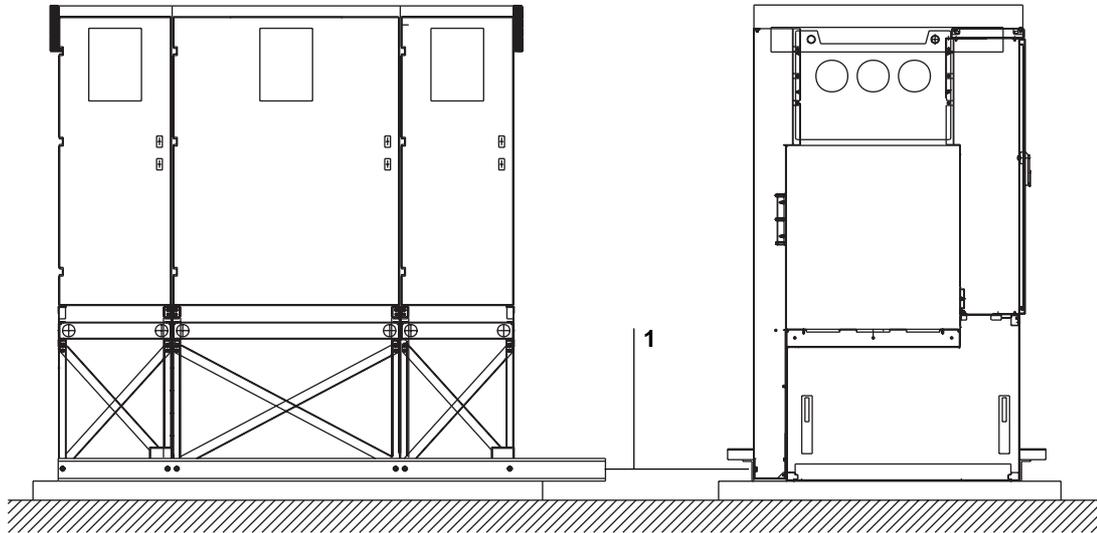

Fig. 3
Per lo spostamento dei semiquadri o l'accoppiamento degli stessi, togliere i pannelli di copertura del vano cavi e fissare le traverse di irrigidimento fig. 3 (1) al telaio.
To move or couple the half-switchboards, remove the panels covering the cable compartment and fix the strengthening crosspieces fig. 3 (1) to the frame.